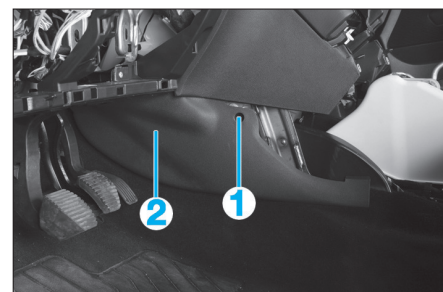
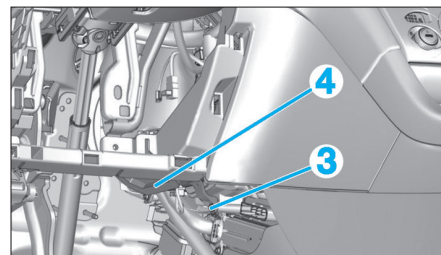

Fig. 15
Fig. 23
- la vis (1) (Fig.15),
- la garniture inférieure gauche de planche de bord (2).
- la garniture inférieure gauche de planche de bord (2),
- la vis (3) (Fig.23),
- le conduit d'air (4),